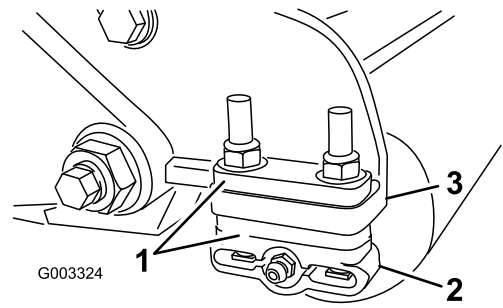

图 11
1. 根据剪草高度表将所需数量的隔片放在侧板安装法兰 图 11 下将后滚筒支架 图 11 调节到所需的剪草高度范围。